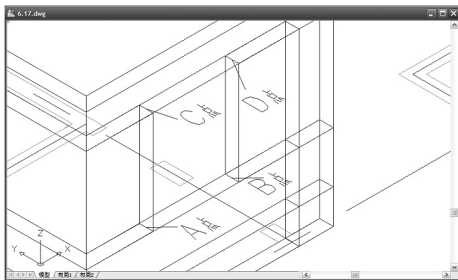

图 6.17 调整视图
将当前图层切换为【门窗框】图层并打开“6.16.dwg”图形，用【窗口放大】命令将视图调整至如图 6.17 所示的状态。
(1) 在命令行输入“UCS”后按 Enter 键，执行改变用户坐标系命令。
① 在指定 UCS 的原点或 [面(F)/命名(NA)/对象(OB)/上一个(P)/视图(V)/世界(W)/X/Y/Z 轴(ZA)] <世界>: 提示下，用端点捕捉如图 6.17 所示的 A 点作为新用户坐标系的原点。
② 在指定 X 轴上的点或 <接受>: 提示下，用端点捕捉如图 6.17 所示的 B 点，那么 A 点和 B 点的连线即为新用户坐标系的 X 轴，其方向为由 A 点到 B 点。
③ 在指定 XY 平面的点或 <接受>: 提示下，再次用端点捕捉如图 6.17 所示的 C 点，则 A 点和 C 点的连线即为新用户坐标系的 Y 轴，其方向为由 A 点到 C 点。
(1) 在命令行输入“PL”后按 Enter 键, 启动【多段线】命令。
(2) 在指定起点: 提示下, 捕捉如图 6.17 所示的 B 点作为多段线的起点。
(3) 在指定下一个点或 [圆弧(A)/半宽(H)/长度(L)/放弃(U)/宽度(W)]: 提示下, 输入“W”后按 Enter 键。
(4) 在指定起点宽度 <240.0000>: 提示下, 输入“160”后按 Enter 键。
(5) 在指定端点宽度 <160.0000>: 提示下, 按 Enter 键执行尖括号内的默认值“160”。
(6) 在指定下一个点或 [圆弧(A)/半宽(H)/长度(L)/放弃(U)/宽度(W)]: 提示下, 依次捕捉如图 6.17 所示的 A 点、C 点和 D 点。